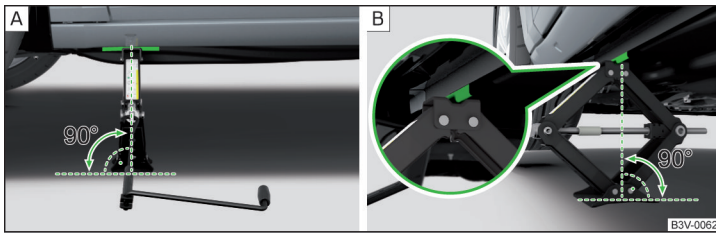

Abb. 247 Prinzipdarstellung: Wagenheber ansetzen
- Die Grundplatte des Wagenhebers mit ihrer gesamten Fläche auf einem geraden Untergrund abstützen und sicherstellen, dass sich der Heber in senkrechter Position zum Aufnahmepunkt befindet » Abb. 247 - **A**.
- Den Wagenheber unter dem Aufnahmepunkt mit der Kurbel so weit hoch drehen, bis seine Klaue den Steg umfasst » Abb. 247 - **B**.